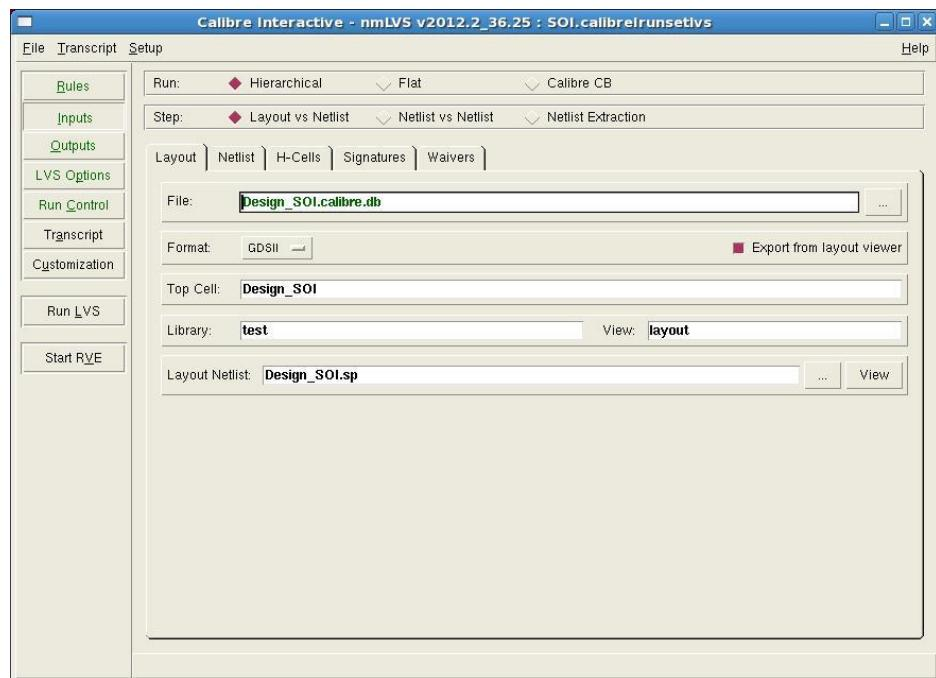

Рис. 9.9. Вкладка для указания основных параметров LVS-проверки.
- 5) На вкладках “Inputs”, “Outputs”, “LVS Options” (вкладка доступна после выбора пункта меню *Setup->LVS Options*) задать все необходимые параметры для LVS-проверки: имя ячейки верхнего уровня в топологии и электрической схеме, имена файлов отчетов, максимальное количество выводимых ошибок, опции сравнения и т.д. (рис. 9.9).